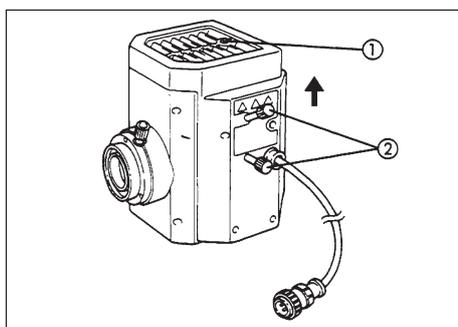

Abb. 3
1. Die Feststellschraube der Brennerfassung ① mit dem Sechskantschraubendreher lösen. (Abb. 3)